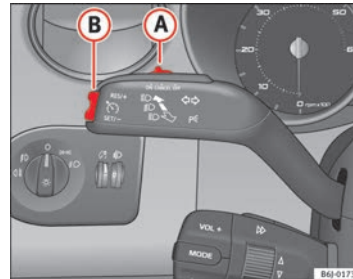

Abb. 111 Blinker- und Fernlichthebel; Schalter und Wippe für die Geschwindigkeitsregelanlage
- Schieben Sie den Schalter ⇒ Abb. 111 **(A)** nach links auf **ON**.